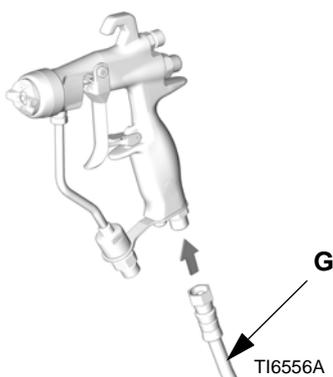

ABB. 2
5. Den Luftschauch (G) am 1/4-NPSM-Lufteinlass der Pistole anschließen. Siehe ABB. 2.